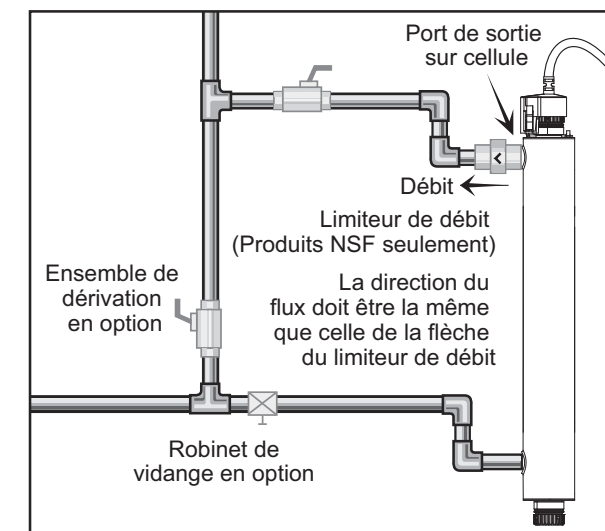

Figure 4 Limiteur de débit
3. Montez le système au mur à l'aide des pinces fournies. Différentes méthodes de branchement peuvent être utilisées pour brancher la source d'eau au système, cependant les connecteurs de type union sont recommandés. L'utilisation d'un dispositif de limiteur de débit permettra de maintenir le débit nominal du fabricant. Le limiteur de débit doit être installé sur l'orifice de sortie, il est conçu pour être installé dans une seule direction. Assurez-vous que l'écoulement de l'eau correspond à la direction de l'écoulement comme indiqué sur le limiteur de débit. Consultez la Figure 4.